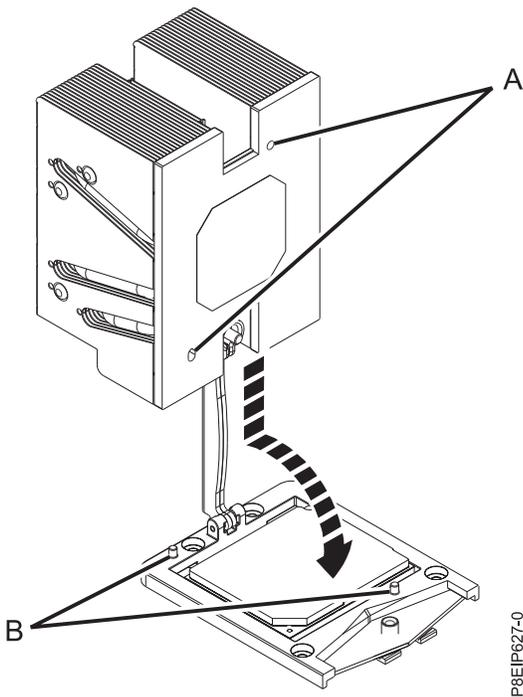

Figura 68. Instalación del disipador térmico
10. Instale el nuevo disipador térmico que se suministra en el kit de FRU. El TIM se aplica previamente al disipador térmico. Baje con cuidado el disipador térmico sobre el módulo de procesador del sistema, pasando el brazo de carga a través del disipador térmico. Asegúrese de que los orificios del disipador térmico **(A)** se alineen con las patillas de guía **(B)** en el zócalo, como se muestra en la Figura 68.